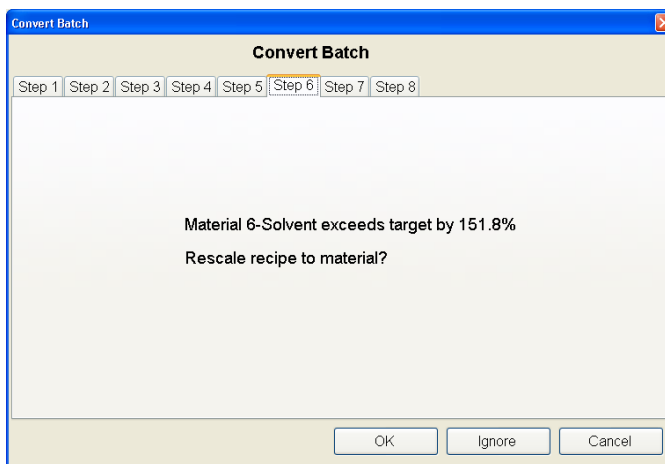

Figura 12-23: Cálculo de la diferencia más grande
- La función Convertir comparará la receta objetivo seleccionada en el paso 37 con la receta de origen seleccionada en la pantalla de historial y calculará la cantidad de reescalamiento requerida con base en la diferencia más grande. Haga clic en OK y la siguiente pantalla mostrará este valor (Figura 12-23).